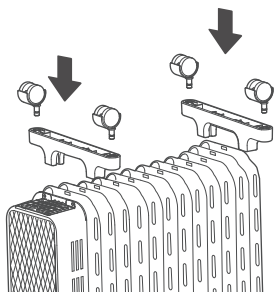

图1
- 2.如图1所示，将四个万向轮分别对准并安装在两个支脚的四个底部安装孔上。